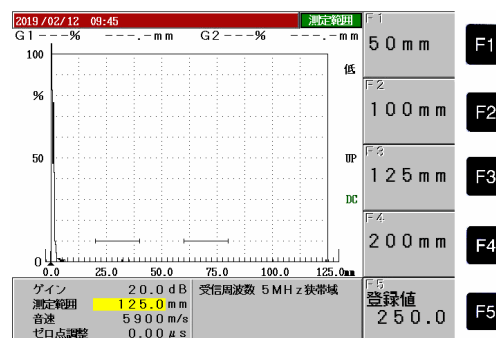

図4 測定範囲の画面
(3) 測定範囲を125mmに調整する方法の一例
① ^{測定範囲} **7マ** **PRS** キーを押すと図4が表示される。**F3** キーを押して測定範囲を125mmにする。